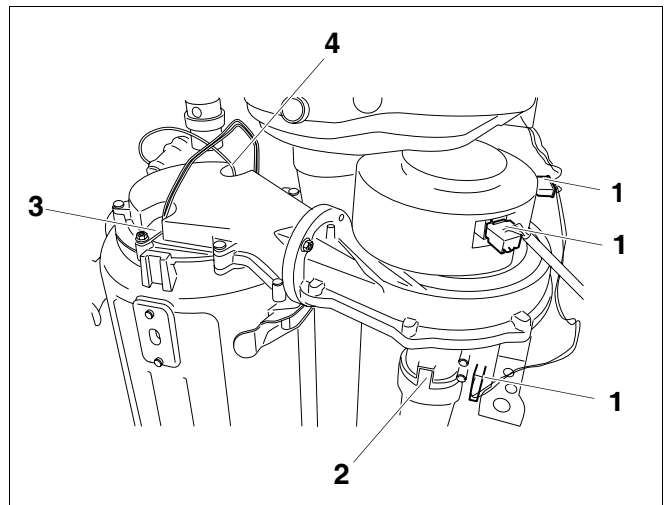

Bild 45 Steckverbindungen, Gebläse und Gasarmatur
- Stecker von Glühzünder (→ Bild 45, [3], Seite 62) und Ionisationselektrode (→ Bild 45, [4], Seite 62) aus dem Wärmetauscher herausziehen.
- Steckverbindungen (→Bild 45, [1]) von Gebläse und Gasarmatur abziehen.
- Luftansaugrohr (→Bild 45, [2]) demontieren.
- Steckkontakte von Glühzünder (→Bild 45, [3]) und Ionisationselektrode (→Bild 45, [4]) abziehen.